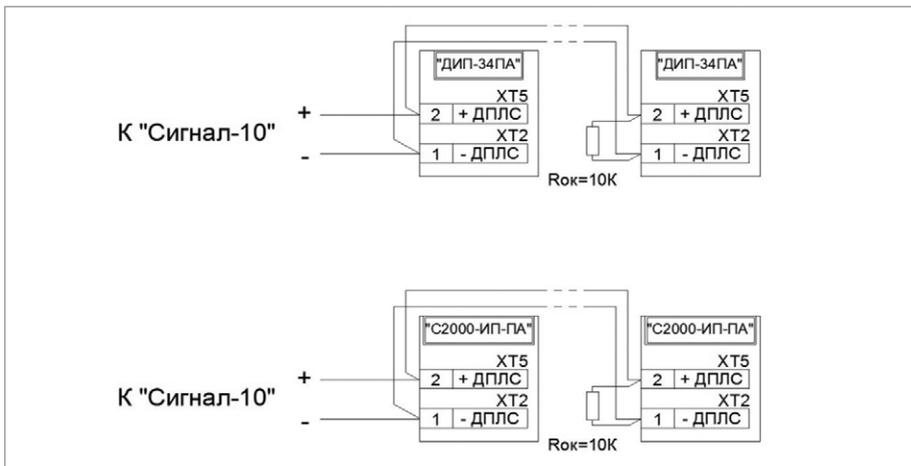

Рисунок 6. Схема подключения извещателей «ДИП-34ПА», «С2000-ИП-ПА»
6. Схемы подключения адресно-пороговых датчиков приведены на рис. 6, 7.